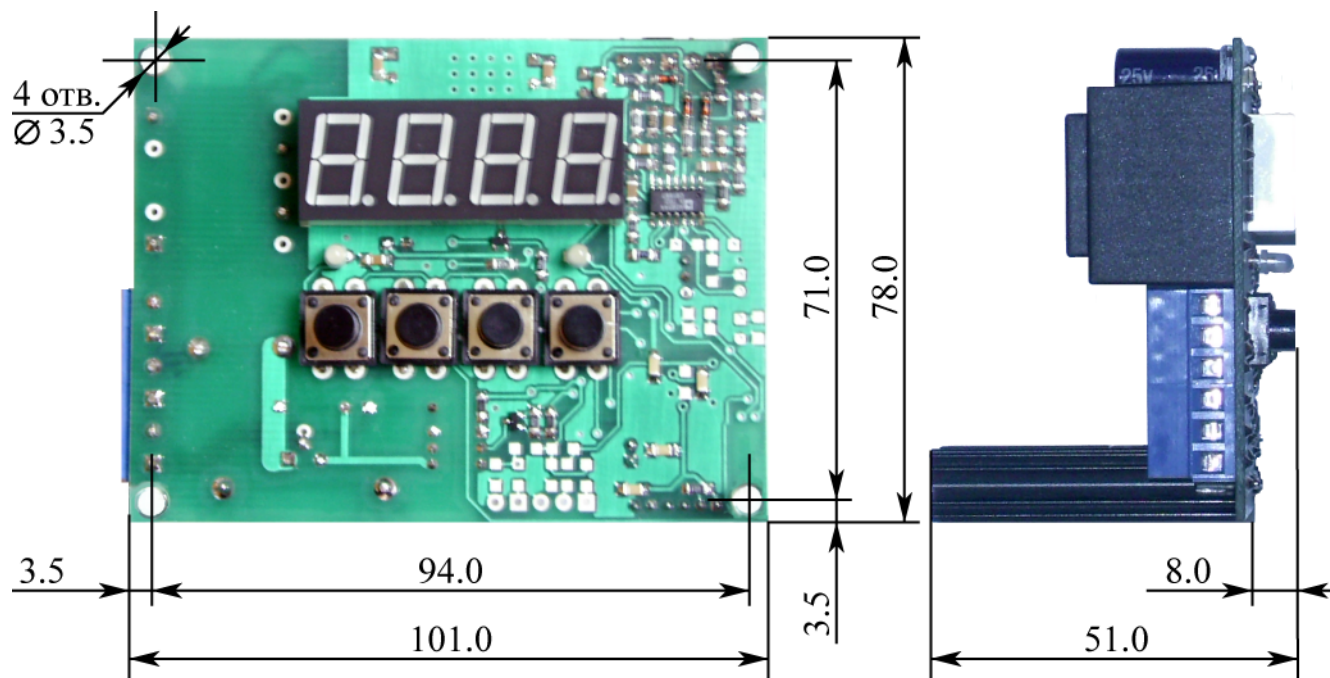

Рисунок 4. Габаритные и установочные размеры
4.3. Габаритные и установочные размеры терморегулятора приведены на рис. 4.
4.5. На лицевой стороне терморегулятора (рис. 4.) расположены органы управления работой терморегулятора (ОУ) и индикации режимов и параметров (ОИ).